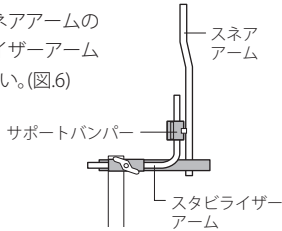

図6
1. サポートバンパーがスネアアームの隣にくるよう、スタビライザーアームの位置を調整してください。(図.6)